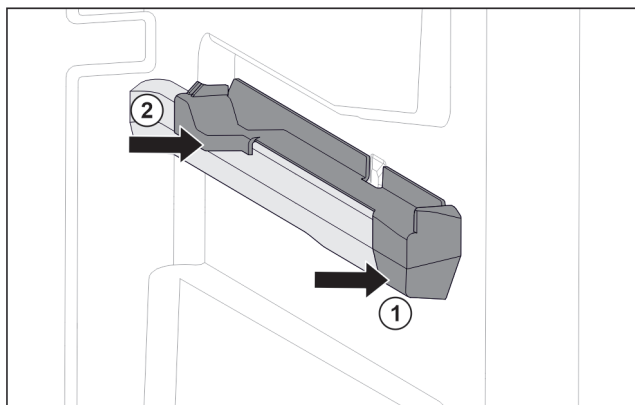

Fig. 49 Nasazovací díl na pravém žebrování na nádoby
- ▶ Nasadte nasazovací díl na žebrování na nádoby. Fig. 49 (1)
- ▶ Přitlačte nasazovací díl k zadní části. Fig. 49 (2)